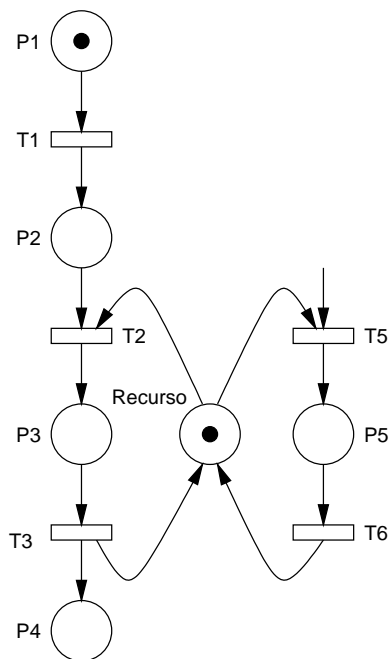

Figura 7: Rede de Petri com compartilhamento de um recurso.
7. Concorrência: por exemplo, a modelagem de um grupo de processos prontos para serem executados numa máquina multiprocessada. Duas transições são **concorrentes** se e somente se elas estão ambas habilitadas e, mais ainda, cada uma delas pode ser executada em qualquer ordem sem desabilitar a outra por sua execução. Veja a figura 7